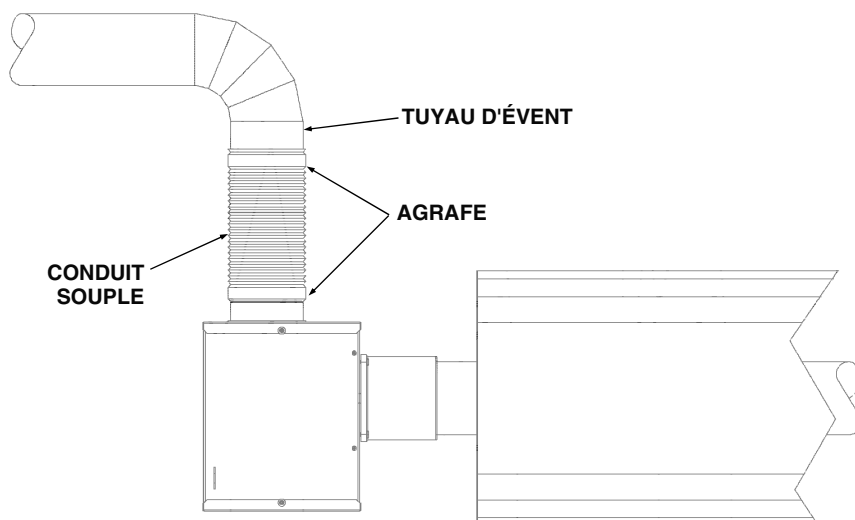

Figure 21. Conduit d'admission d'air frais
- Connectez un tuyau de ventilation en aluminium de 4 pouces (101 mm) de diamètre de l'air frais à une pièce de jonction flexible connectée à la connexion d'admission d'air sur le boîtier du ventilateur. Fixez à l'aide de colliers de serrage (voir Figure 21).